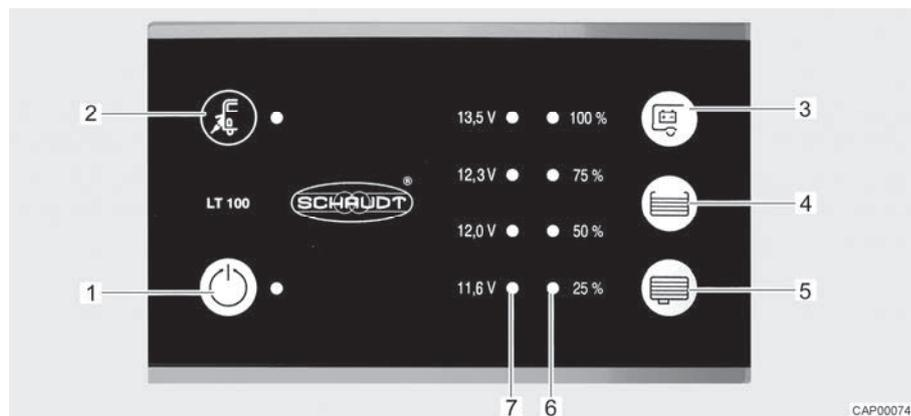

Fig. 50 Pannello di controllo (LT 100)
Il LED giallo accanto al simbolo del collegamento a rete "⚡" (Fig. 50,2) si accende, quando il veicolo è collegato a un'alimentazione di rete esterna. Il LED si accende anche se il pannello di controllo è spento.
L'interruttore principale a 12 V (Fig. 50,1) inserisce o disinserisce il pannello di controllo e l'alimentazione a 12 V dell'abitacolo.
Accensione: ■ Premere l'interruttore "⏻" (Fig. 50,1): L'alimentazione a 12 V dell'abitacolo è inserita. Il LED diventa verde.
Spegnimento: ■ Premere di nuovo l'interruttore "⏻" (Fig. 50,1): L'alimentazione a 12 V dell'abitacolo è disinserita. Il LED si spegne.
La scala LED (Fig. 50,7) indica la tensione della batteria dell'abitacolo nel modo seguente:
- Premere il tasto "☺" (Fig. 50,3): Viene indicata la tensione della batteria dell'abitacolo.
La scala LED (Fig. 50,6) indica il livello del serbatoio dell'acqua potabile o del serbatoio delle acque grigie.
Premere il tasto "☰" (Fig. 50,4): Il livello di riempimento del serbatoio dell'acqua potabile è indicato dai LED accesi.
Premere il tasto "☷" (Fig. 50,5): Il livello di riempimento del serbatoio delle acque grigie è indicato dai LED accesi.